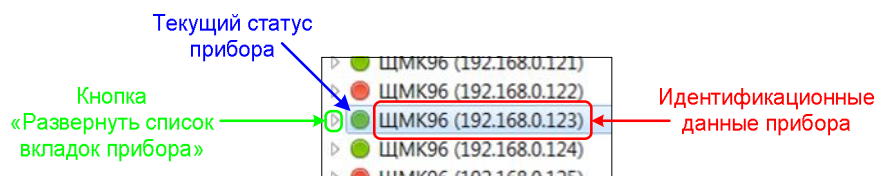
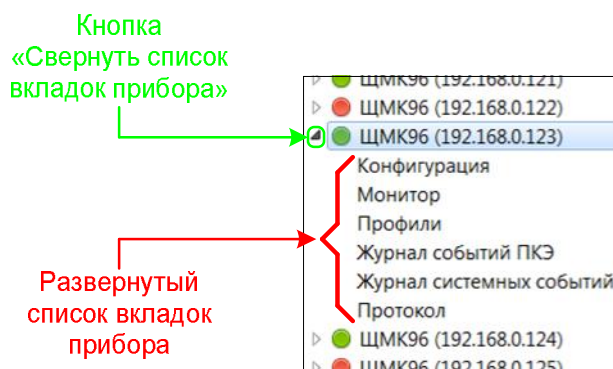

Рисунок 8 – Выбранный прибор в списке приборов (отображается одной строкой)
Рисунок 9 – Развернутый список вкладок прибора в списке приборов
4.4.1.2 Каждый из приборов в списке приборов представлен отдельной строкой (см. Рисунок 8), содержащей идентификационные данные прибора, включая тип модели прибора (например, «ЩМК96») и IP-адрес прибора в сети (в формате «xxx.xxx.xxx.xxx», например, «192.168.0.123»), а также данные текущего состояния прибора (см. далее п. 4.4.1.2.1).
4.4.1.2.1 Данные текущего состояния (текущий статус) прибора представлены в строке прибора в списке приборов (см. Рисунок 8) индикатором в форме кружка определенного цвета (расположенного в строке прибора слева от идентификационных данных прибора). Цвет кружка при этом (может принимать одно из трех значений: «зеленый», «желтый» или «красный») определяет текущее состояние прибора; описание соответствующих состояний прибора приведено в Таблице 4.1.
4.4.1.3 При нажатии на кнопку «Развернуть список вкладок прибора» рядом с соответствующим прибором в списке приборов (см. Рисунок 8) (либо также при двойном щелчке мышью на строке прибора в списке – см. ниже Примечание 1) под строкой прибора разворачивается список вкладок данного прибора (см. Рисунок 9). Для приборов ЩМК96 список вкладок включает в себя 6 вкладок: 1) «Конфигурация», 2) «Монитор», 3) «Профили», 4) «Журнал событий ПКЭ», 5) «Журнал системных событий», 6) «Протокол».
Свернуть список вкладок прибора в списке можно нажатием соответствующей кнопки в строке прибора (см. Рисунок 9), либо двойным щелчком мышью на строке прибора.